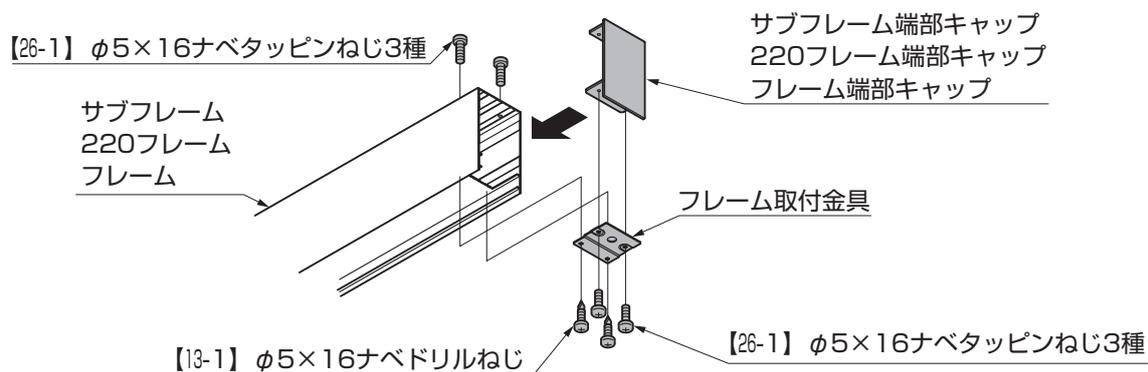

図16-1 端部キャップを取付ける場合
①図16-1を参照して端部キャップをフレームに固定してください。